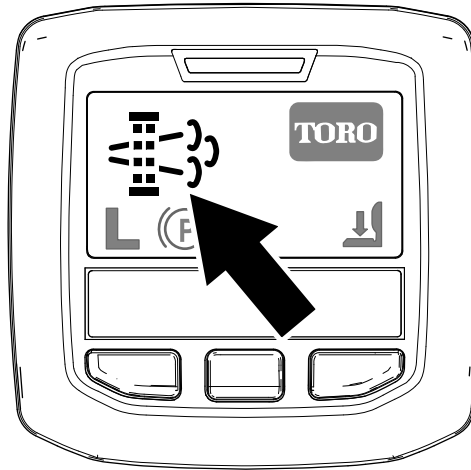

Figura 40
- Nell'InfoCenter viene visualizzata l'icona di richiesta rigenerazione parcheggiata (Figura 40).